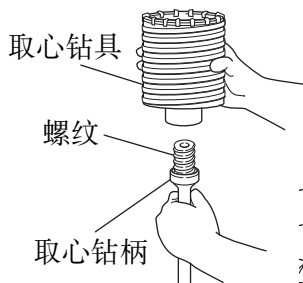

图 33
- (1) 把取心钻具安装於取心钻柄 (图 33)。润滑取心钻柄的螺纹，可使拆解更加容易。